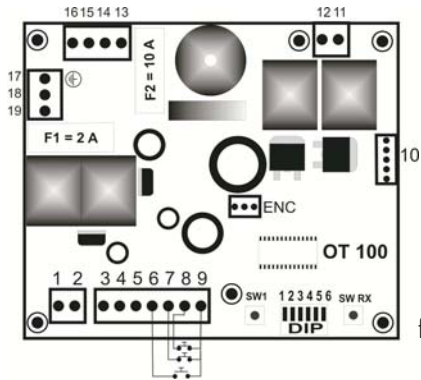

fig. 2
2.1.1 - Pour un fonctionnement sans photocellules, vous devez placer un SHUNT (un branchement) entre le bouton 9 (COM) et le 8 (PHOTO) et disposer le DIP4 sur ON (voir figure.2)
2.1.1 - To work without photocells we have to shunt (connection) between contact pin 9 (COM) and pin 8 (PHOTO) and place DIP switch 4 in ON, see figure 2
4.1.1.1 - Le bouton devra être branché de la manière suivante, branchez un des fils au bouton 9 (COM) et l'autre au 6 (OpenA) (voir figure.2).
4.1.1.1 - The push-button will have to be connected in the following way, connect one of the wires to pin 9 (COM) and the other to pin 6 (OPEN A), see figure 2